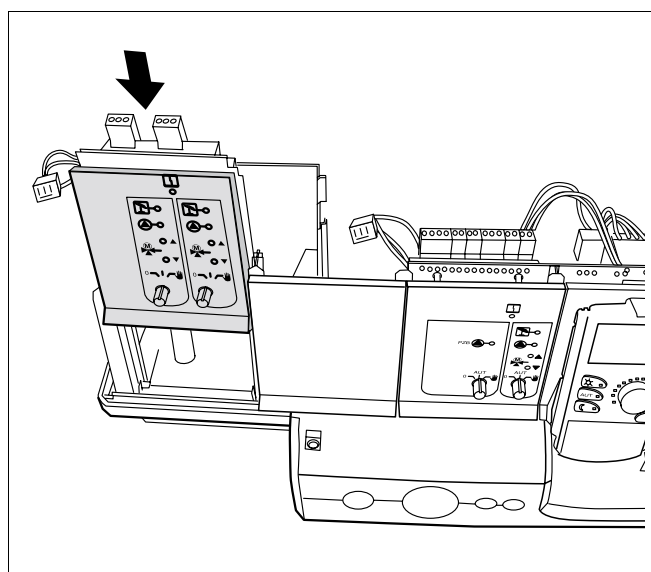

Fig. 5 Modulo funzione, montaggio
- Inserire il modulo funzione nello slot (fig. 5) fino all'innesto.
- Inserire il nuovo modulo nello stesso posto d'innesto (fig. 5, pagina 6).